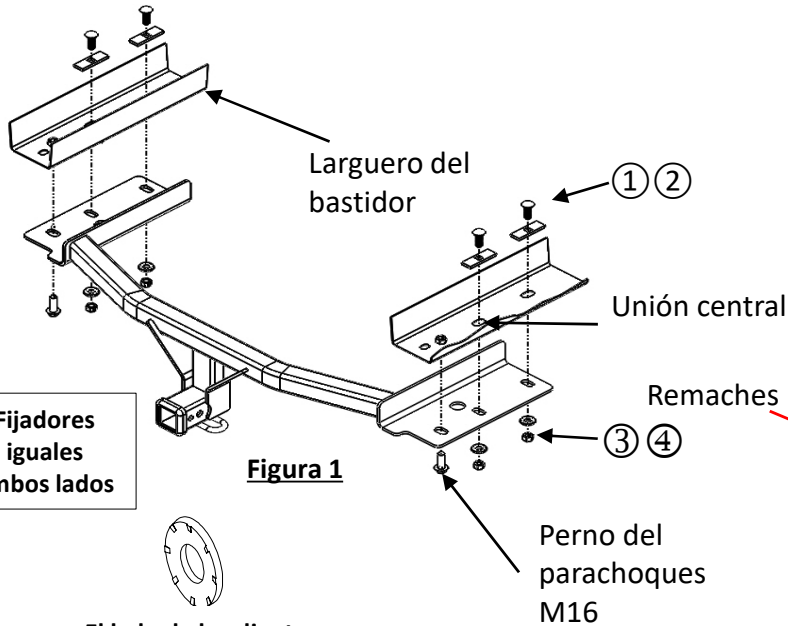

Figura 1
- Instalar el enganche:** Con los cables de insertar suministrados ⑤ instalar los pernos de carruaje ① y los espaciadores ② en el bastidor del vehículo a través de la unión central, ver la **Fig. 4**, dejar los cables de insertar unidos. Verificar que las tuercas de soldar estén libres de óxido y suciedad. Levantar el enganche a su posición y alinear los orificios en el soporte del enganche con las tuercas de soldar del larguero del bastidor que guían los extremos del cable de insertar a través de los orificios en el soporte del enganche y volver a instalar sin apretar los pernos del parachoques M16 que se retiraron en el paso 4. Retirar los cables de insertar, instalar las arandelas cónicas ③ (con los dientes hacia el enganche) y las tuercas ④, ver la **Figura 1**.
6. Retirar el sensor de retroceso (si corresponde): con una broca de $\frac{1}{4}$ ", quitar los remaches centrales (4) que sujetan el sensor de retroceso en su lugar.
8. Instalar el enganche: Con los cables de insertar suministrados ⑤ instalar los pernos de carruaje ① y los espaciadores ② en el bastidor del vehículo a través de la unión central, ver la **Fig. 4** , dejar los cables de insertar unidos. Verificar que las tuercas de soldar estén libres de óxido y suciedad. Levantar el enganche a su posición y alinear los orificios en el soporte del enganche con las tuercas de soldar del larguero del bastidor que guían los extremos del cable de insertar a través de los orificios en el soporte del enganche y volver a instalar sin apretar los pernos del parachoques M16 que se retiraron en el paso 4. Retirar los cables de insertar, instalar las arandelas cónicas ③ (con los dientes hacia el enganche) y las tuercas ④, ver la **Figura 1** .